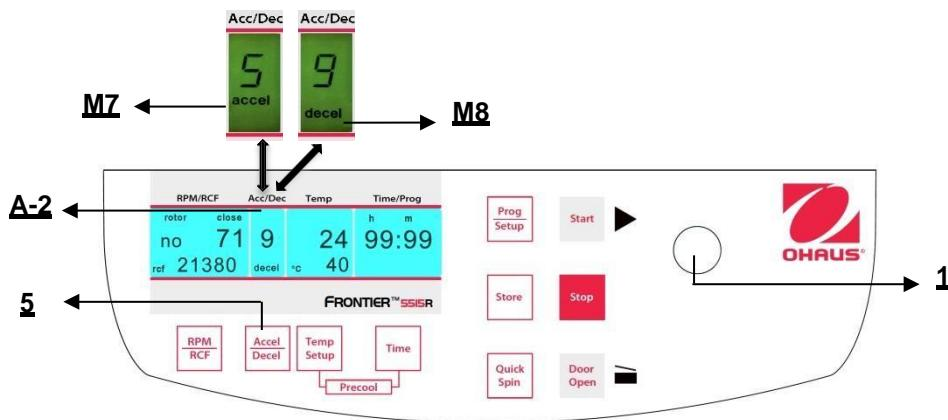

Abbildung. 18
Diese Funktion wird durch die Taste "Accel/Decel" (5) aktiviert (siehe Abbildung18).